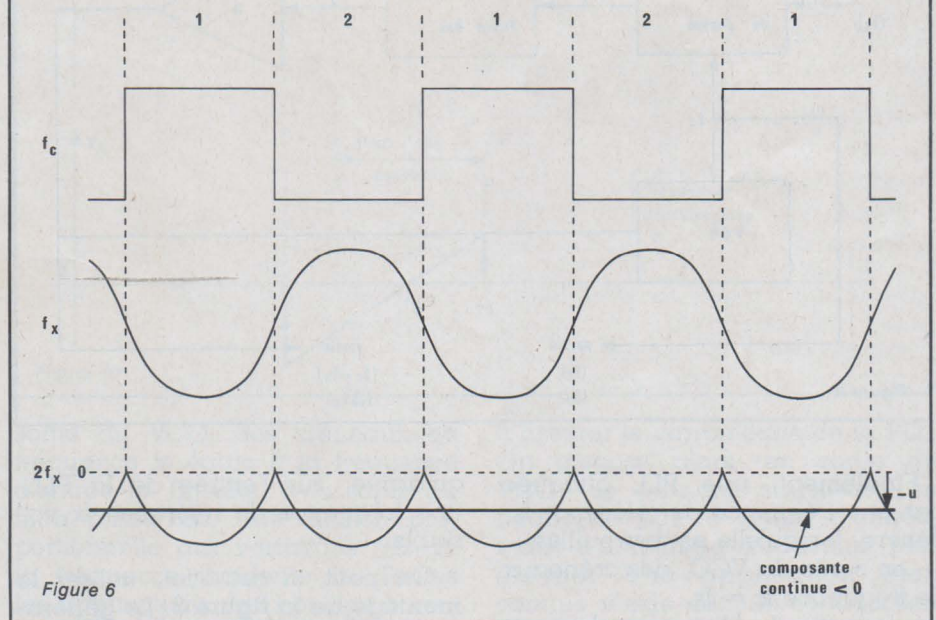

Figure 6
Pour la figure 6, les signaux d'entrée f_x et de découpage f_c , sont maintenant en opposition de phase. Toujours grâce au même raisonnement, on montre que la tension de sortie, à la fréquence $2f_x$, admet une valeur moyenne $-u$ négative par rapport au niveau de référence.
- la tension lue par le voltmètre tombe brusquement à la valeur négative $-u$ (revoir la figure 6).